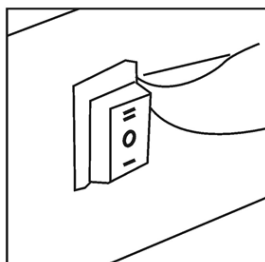

Figura 3
1. Rotiți întrerupătorul de alimentare în poziția „I”. Motorul va porni, iar afișajul digital va afișa temperatura camerei (vezi Figura 3).